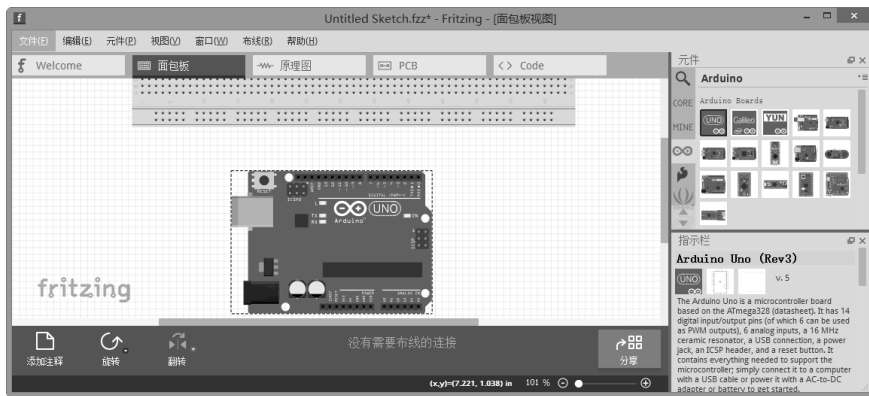

图 1-40 拖放电子元件模型
(3) 在右侧“元件”面板中选择 Arduino 开发板选项，将 Arduino UNO 开发板模型用鼠标（选中模型按下鼠标左键进行拖动）拖到左侧面包板工作区空白处，如图 1-40 所示。